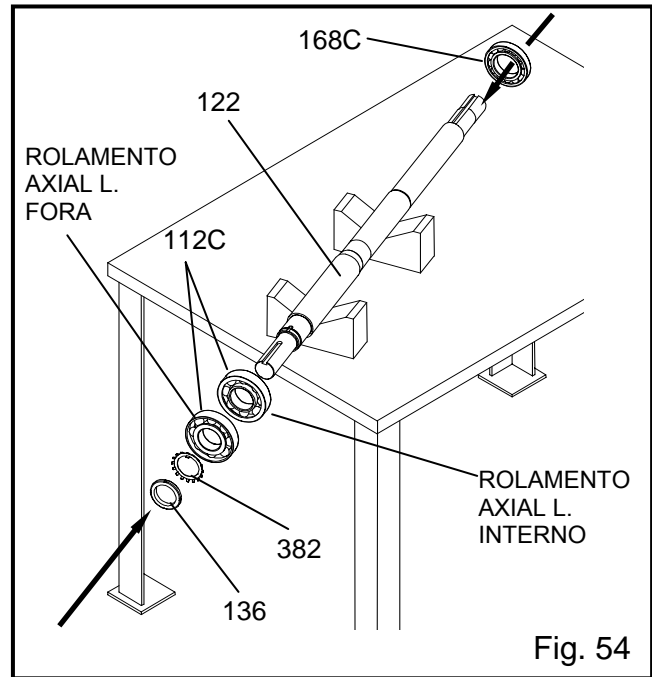

Fig. 54
1. Aquecer o rolamento radial do lado interior (168) a 225°F usando um aquecedor por indução. Deslizar o rolamento sobre a extremidade do veio do lado do impulsor (122), empurrá-lo até que ele fique embutido e em esquadria contra o ressalto do veio, ver a Fig. 54 e o desenho em corte no final desta secção.